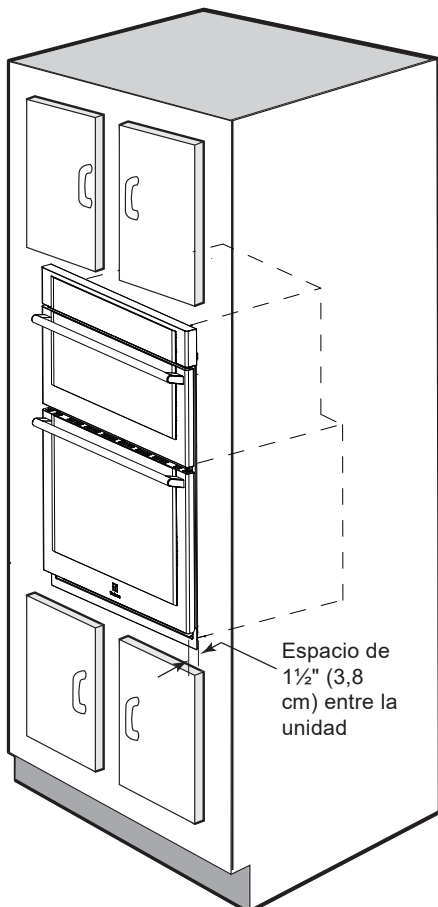

Figure 6: Instalación en el mueble
3. Coloque el horno en la abertura del gabinete. Deslice el horno hacia adentro, dejando un espacio de $1\frac{1}{2}$ " (3,8 cm) entre el horno y la parte delantera del gabinete (vea la Figure 6).